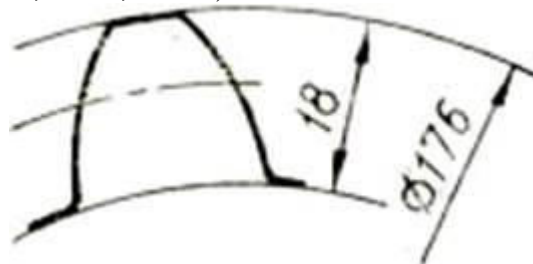

Рис.3
3.10. Сколько, зубьев имеет нормальное прямозубчатое зубчатое колесо с указанными размерами (рис. 3)? (ОПК-1, ПК-3, ПК-5)